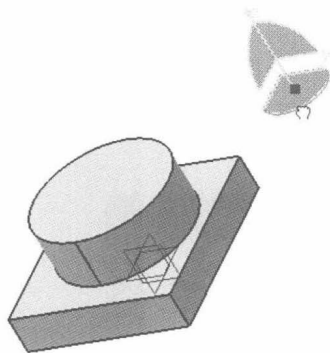

图 2-9 旋转示意图
(3) 旋转:如图 2-9 所示,抓住指南针  $xy$  屏幕上的弧线,则指南针可以围绕  $z$  轴做旋转,使屏幕上的空间及零件也会跟着旋转,同理,  $xz$ 、 $yz$  平面也是一样。